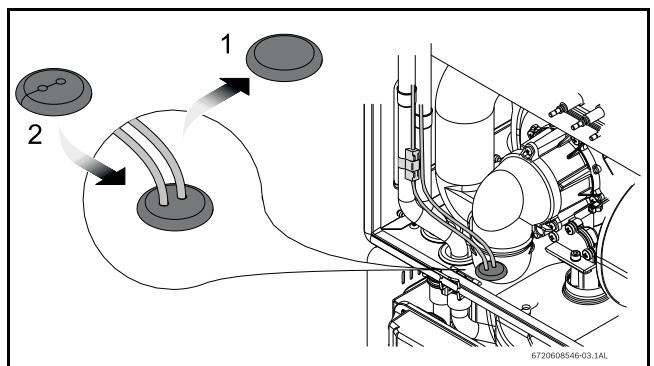
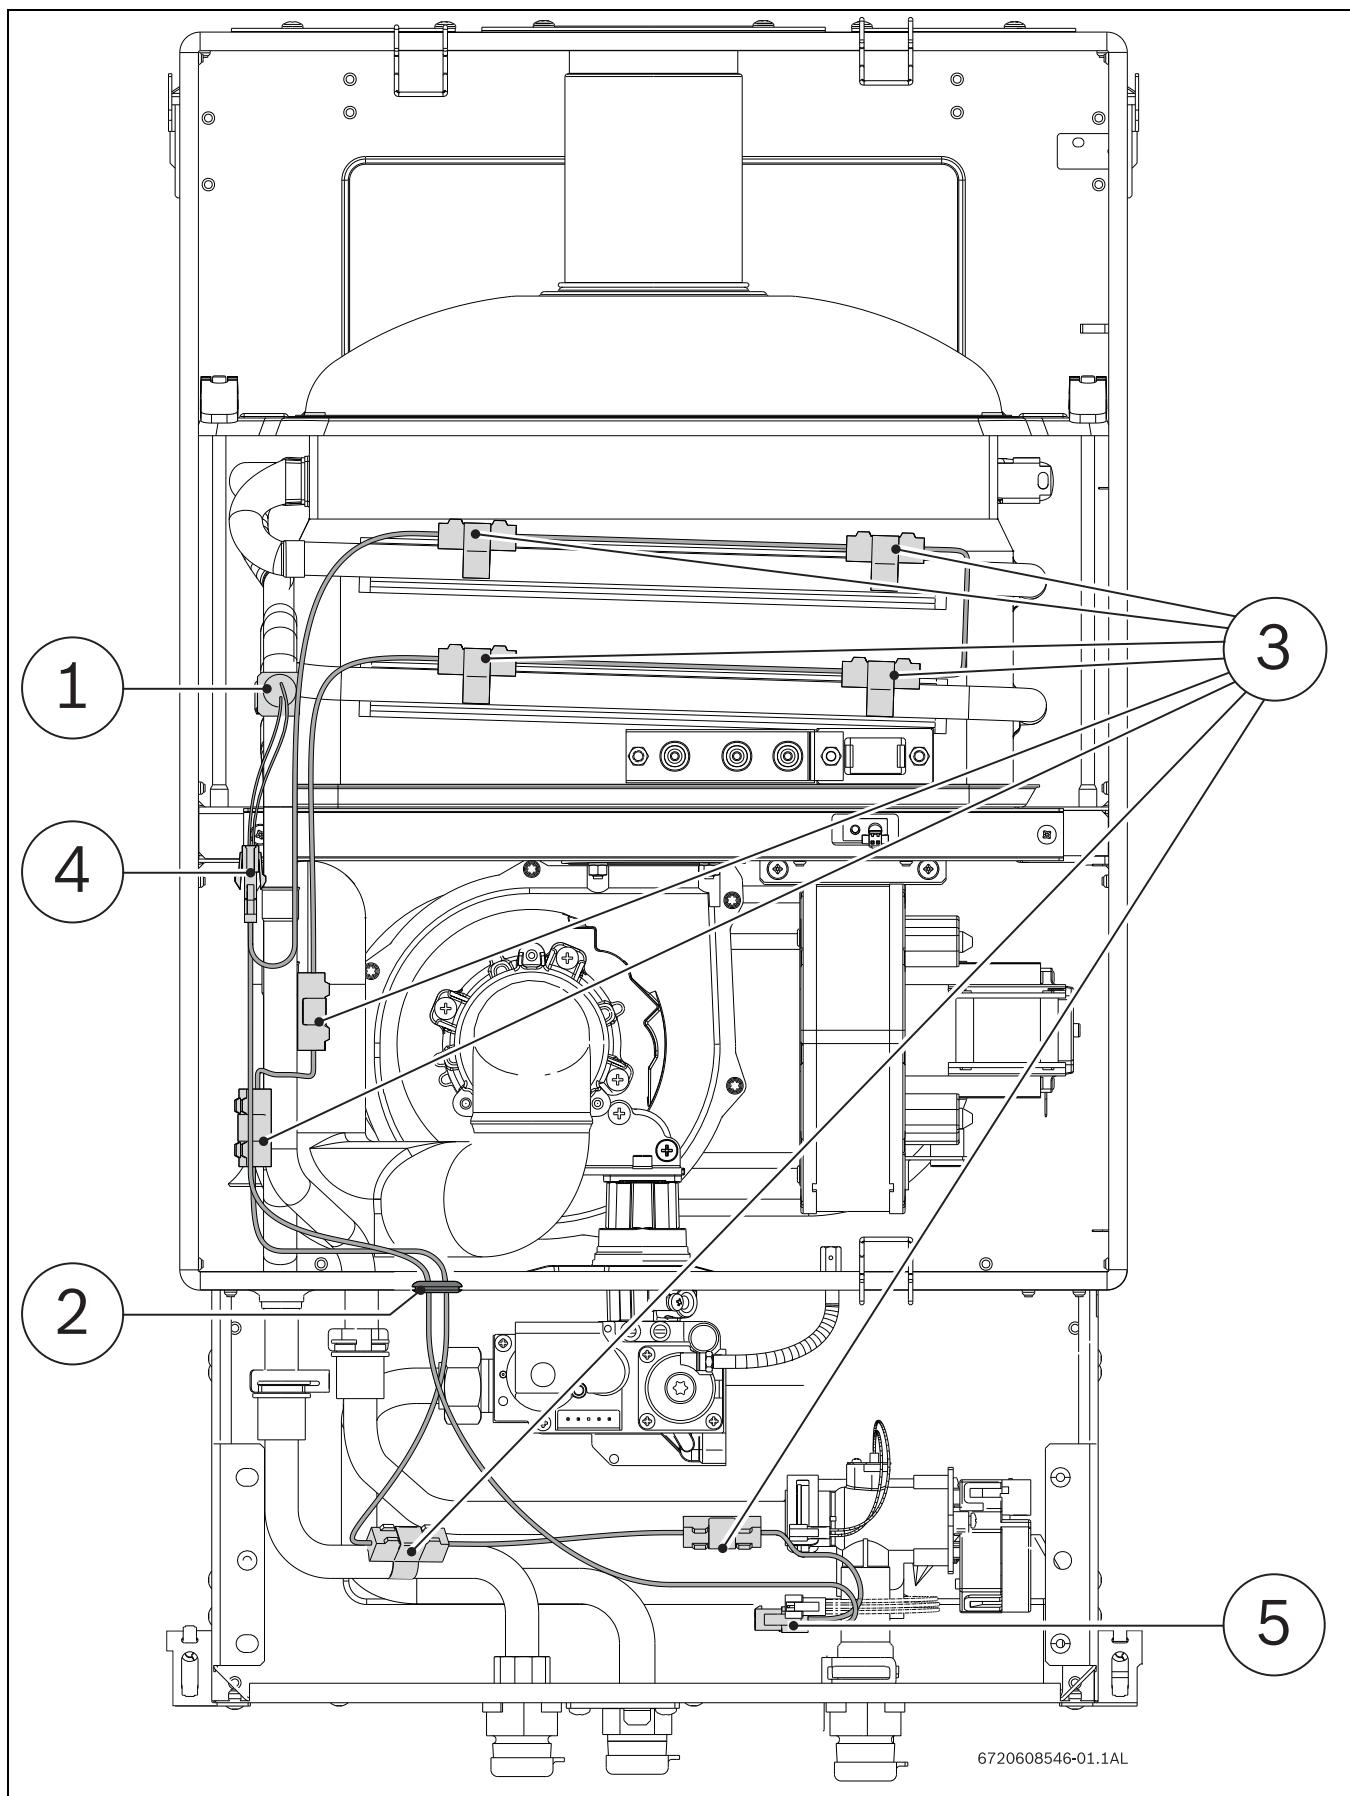
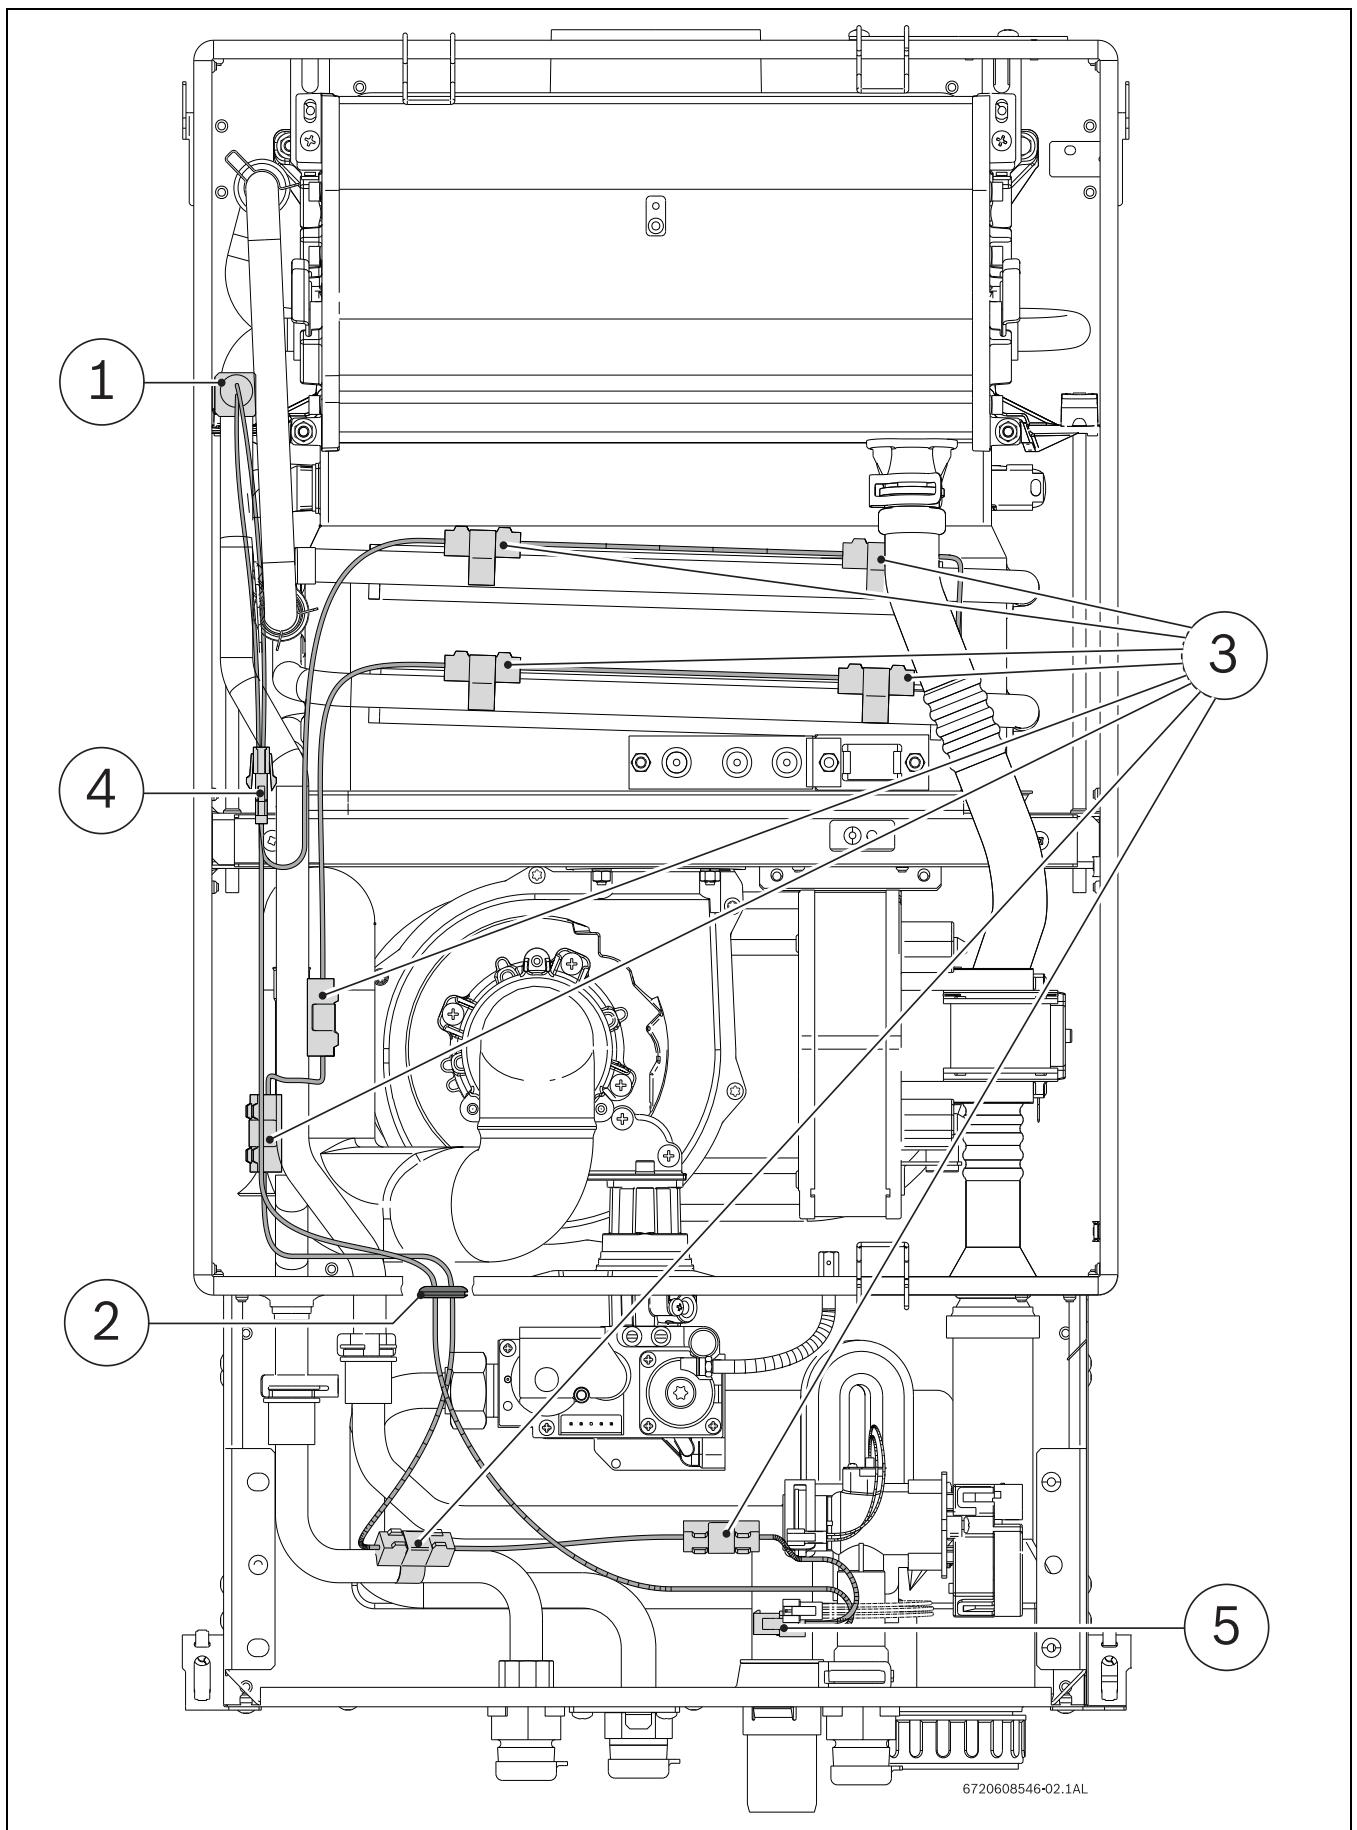

Рис. 5 Замена резинового уплотнения
Рис. 6 Неконденсационная модель
Рис. 7 Конденсационная модель
- 1. Закрепите зажимами керамические нагревательные элементы на нагревателе, как показано на стр. 4 на рис. 6 и 7 , поз. 3.
- 2. Замените старое резиновое уплотнение на новое из комплекта, см. рис. 5. Расположите два нагревательных элемента на трубопроводе в нижней коробке, пропустив кабели через уплотнение из комплекта. (См. рис. 6, поз. 3, рис. 7, поз. 3).
- 3. Прикрепите датчик температуры к трубопроводу холодной воды, как показано на рис. 6, поз. 1 (для неконденсационных моделей приборов), и на рис. 7, поз. 1, для конденсационных моделей.
- 4. Соедините разъем с внутренней резьбой от датчика температуры с разъемом с внешней резьбой на нагревательном контуре. (См. рис. 6, поз. 4, рис. 7, поз. 4).
- 5. Соедините разъем с внешней резьбой от шнура питания с разъемом с внутренней резьбой на нагревательном контуре (см. рис. 6, поз. 5, рис. 7, поз. 5).